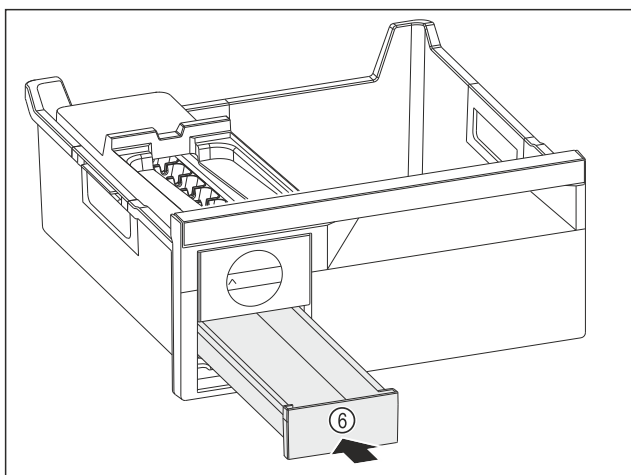

Fig. 81
- ▶ Zásuvku na kostky ledu Fig. 81 (6) zasuňte.